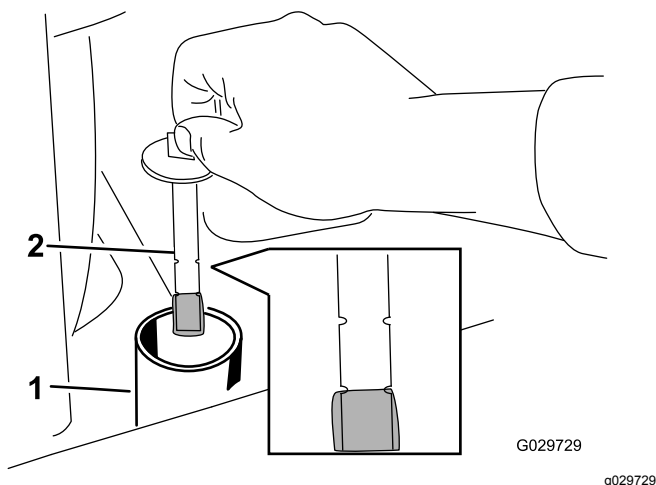

Bild 72
6. Entfernen Sie den Deckel des Hydraulikbehälters und den Peilstab (Bild 72).